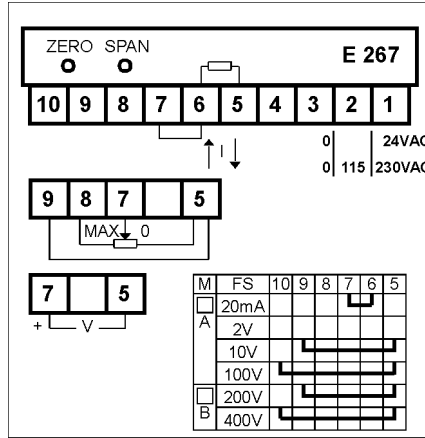

Fig.2
- Scegliere la gamma eseguendo i collegamenti di fig.2.
Eseguire i collegamenti come da fig.2.
- Select the range by one of the jumper links of fig.2.
as per fig.2